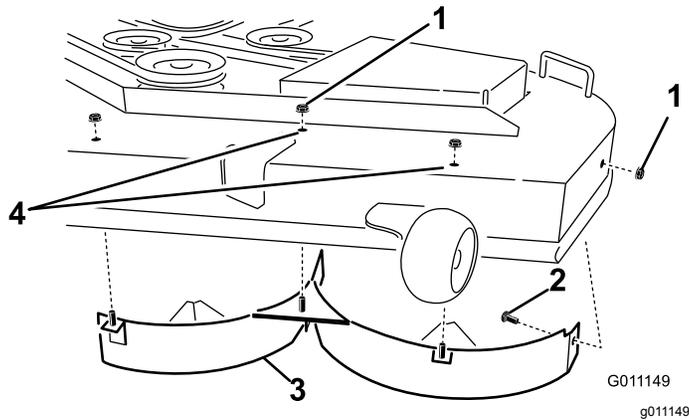

Bild 32
4. Entfernen Sie die drei Sicherungsmuttern (5/16"), mit denen die geschweißten Streben des linken Ablenklechs oben am Mähwerk in der Mitte, links von der Mitte und in den linken Stellungen befestigt sind (Bild 32).
5. Entfernen Sie die Schlossschraube und die Sicherungsmutter an der Seitenwand des Mähwerks, die das linke Ablenklech am Mähwerk befestigen (Bild 32).
6. Nehmen Sie das linke Ablenklech vom Mähwerk ab (Bild 32).
7. Suchen Sie die zwei Schrauben in den losen Teilen und setzen Sie diese Befestigungen mit den vorhandenen Sicherungsmuttern in die Löcher im Mähwerk ein, die in Bild 32 abgebildet sind, um das Herausschleudern von Rückständen zu vermeiden.